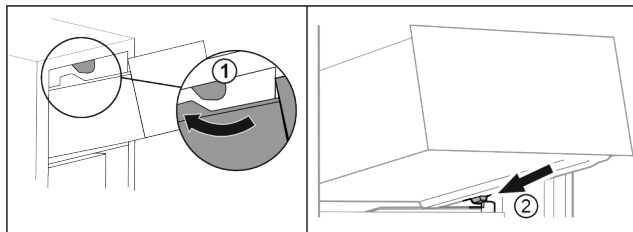

Fig. 133
- Guider le tiroir en contournant les butées supérieures. Fig. 133 (1)
- Placer le tiroir, en l'inclinant, derrière les butées inférieures sur la nervure de récipient. Fig. 133 (2)